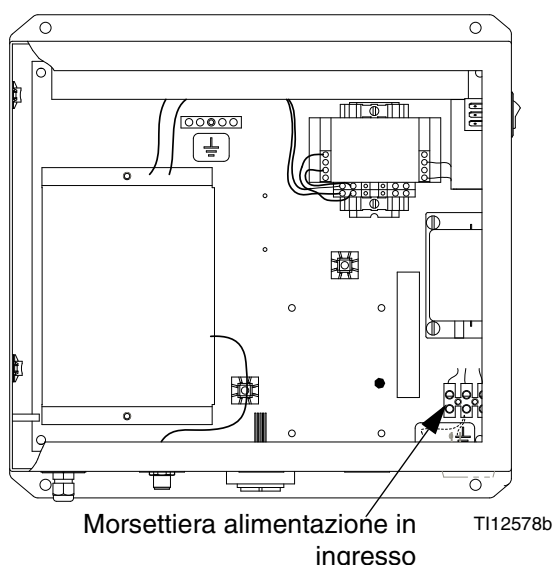

FIG. 12 Collegamento alimentazione principale
2. Vedere FIG. 12 e **Schema elettrico del sistema** a pagina 32 per i collegamenti L1, N e di cablaggio di terra all'interno di EasyKey.